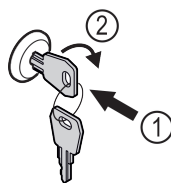

Fig. 161
- Trykk inn nøkkelen. Fig. 161 (1)
- Vri nøkkelen 90° med klokka. Fig. 161 (2)